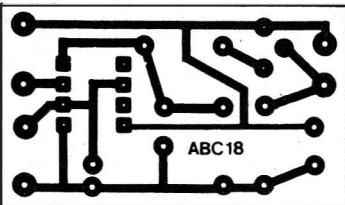
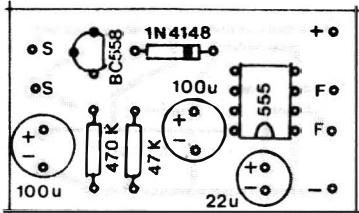

Fig.4
Fig.5
- FIG. 4 - LAY OUT DO CIRCUITO IMPRESSO ESPECÍFICO - A placa de Circuito Impresso especialmente desenhada para acomodar e interligar os componentes, visando boa compactação, não apresenta qualquer dificuldade na sua confecção, uma vez que o padrão de ilhas e pistas é “descomplicado” e “descongestionado”... A figura mostra o lado cobreado da placa, em tamanho natural (escala 1:1), podendo ser diretamente copiado (“carbonado”) sobre um fenolite virgem, após o que o Leitor/“Aluno” deverá efetuar a necessária traçagem (com tinta própria, ácido-resistente, ou com decalques específicos...), a corrosão (com a solução de percloro de ferro), lavagem intensa com água corrente (para remoção de qualquer resíduo de ácido, após a corrosão), remoção da proteção ácido-resistente
**- FIG. 5 - O “CHAPEADO” DA MONTAGEM** - Para os “Alunos” recém-“chegantes”, explicamos que, aqui no ABC, chamamos de CHAPEADO à representação estilizada do lado não cobreado da placa, já com todas as peças principais posicionadas, todas identificadas pelos seus códigos, polaridades e eventuais parâmetros importantes... Trata-se, portanto, de um importantíssimo “guia visual” a ser seguido pelo montador na correta inserção das peças sobre o fenolite anteriormente preparado... O montador “avançado”, “macaco velho” pode “ir direto”, mas ao iniciante recomendar os estabelecer, a cada passo, uma comparação com as informações contidas no “esquema” (fig. 1), na “explicação visual” dos componentes (fig. 2), e mesmo no **lay out** da face cobreada (fig. 4), para que possa ser bem entendida cada conexão e posicionamento... Obviamente que as peças a
exigir maior cuidado são aquelas que apresentam terminais polarizados, feito o Integrado, o transístor, o diodo e os capacitores eletrolíticos... Todas as informações e detalhamentos estão lá, na fig. 5... Quanto aos dois únicos resistores, atenção! Como os valores são muito “parecidos” (em termos da codificação de cores estudada na primeira Revista/“Aula” do ABC - revejam, se preciso for...), é necessária atenção para não se “trocar de posição” as duas peças (caso em que o funcionamento do circuito ficaria totalmente “bagunçado”...). Depois de totalmente inseridas na placa, as peças podem ter seus terminais soldados (pelo lado cobreado, oposto ao mostrado na figura...), sempre com os cuidados exaustivamente recomendados: a película cobreada na placa e os próprios terminais dos componentes devem estar **bem** limpos, a soldagem deve ser feita de forma rápida, sem excessos (mas também sem “faltas”...), resultando pontos brilhantes e lisos (Pontos de solda enruggados e foscos constituem um sério indício de **máis conexões**, elétrica e mecanicamente falando...). Finalizadas as soldagens, tudo deve ser re-conferido, incluindo-se nessa verificação não só as posições, valores, códigos e polaridades das peças, como também as condições dos pontos de solda, notadamente a imprescindível **ausência** de corrimientos (“pontes” indevidas de solda entre ilhas e pistas adjacentes, ocasionadas geralmente pelo excesso de solda e de tempo na operação...). Se tudo estiver comprovadamente “nos conformes”, podem então ser “amputadas” as sobras dos pinos e terminais, pelo lado cobreado... Outro ponto a considerar na fig. 5: além das peças, o Leitor/“Aluno” vê, no “chapeado”, algumas ilhas/furos em posição periférica (junto às bordas da placa), codificadas com letras e si-